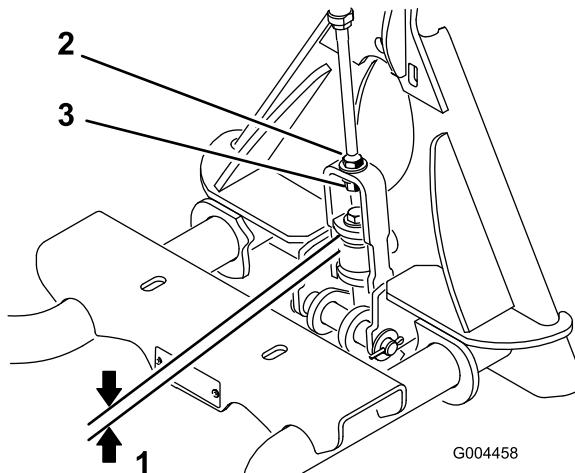

Figura 7
2. Mida el espacio entre la arandela superior y el espaciador del conjunto de enganche del adaptador de accesorios, según se muestra en Figura 7.
**Nota:** El espacio debe ser de 1,5 a 2 mm (Figura 7).
| 3. Si el espacio no es correcto, afloje la contratuerca y apriete o afloje la tuerca de ajuste del conjunto de enganche según sea necesario para obtener el espacio correcto (Figura 7). |                     |